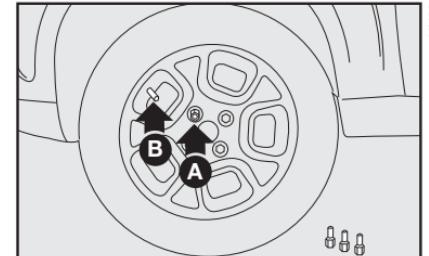

fig. 8
7) Atarraxar apenas um dos parafusos A-fig. 8, em correspondência com a válvula de enchimento B-fig. 8.